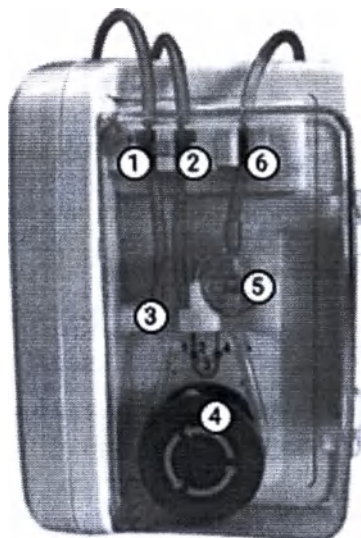

Рисунок 6.5.6 – Схема установки инфузионной системы
- Установите трубку для подачи питания в паз, (поз.1 рис.6.5.6) и трубку для подачи воды и/или промывочной жидкости в паз, (поз.2, рис.6.5.6).
- Закрепите Y-образный коннектор в паз (поз.3 рис. 6.5.6).
- Протяните трубку инфузионной системы вокруг насосного колесика (поз.4, рис.6.5.6).
- Установите клапан/фильтр инфузионной системы в паз, (поз.5, рис.6.5.6).
- Зафиксируйте трубку в устройстве датчика обнаружения воздуха (поз.6, рис.6.5.6).